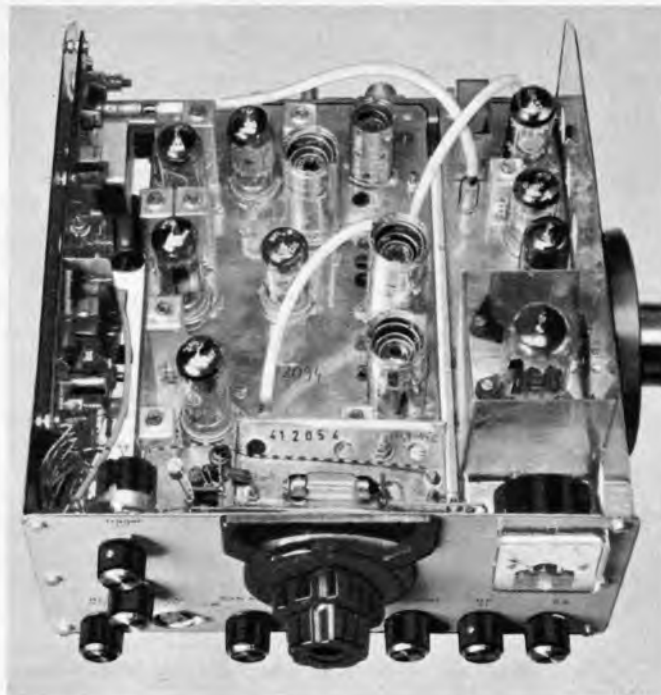

Bild 5. Der 2-m-Transceiver 2 G 70 A, von oben gesehen
Schließlich soll der in Deutschland von Götting & Griem hergestellte Transceiver 2 G 70 A (Bild 5) für den Frequenzbereich von 144...146 MHz vorgestellt werden. Das zukunftssichere Gerät arbeitet nicht nur mit den üblichen Betriebsarten CW, AM und SSB, sondern auch mit Frequenzmodulation (FM). Letztere verursacht keine Störungen in den Nf-Teilen der in der Nähe befindlichen Fernseh- und Hi-Fi-Verstärkeranlagen, daher bekommt der Funkamateurliehaber keinen diesbezüglichen Ärger mit den Nachbarn. Für Senden und Empfangen wird beim 2 G 70 A der gleiche Super-VFO benutzt, dessen Frequenzstabilität bei 500 Hz nach der Anheizzeit liegt. Die Rundskala mit dem präzise ausgeführten Grob-Feintrieb hat 20-kHz-Eichpunkte, so daß man die eingestellte Frequenz noch auf 10 kHz genau ablesen kann.